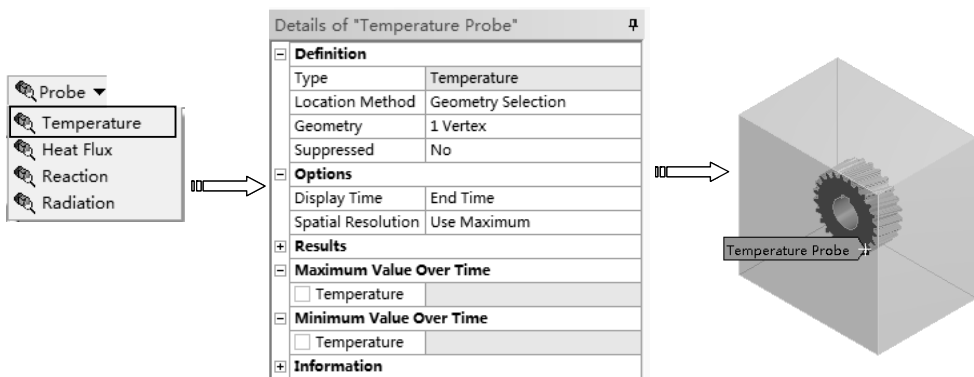

图 11-93 插入温度探测
2) 在【Outline (分析树)】中选择【Solution (B6)】节点，出现【Solution】工具栏。选择【Solution】工具栏上的【Probe】|【Temperature (温度)】命令，单击【Geometry】选项中的【Apply】按钮完成，如图 11-93 所示。